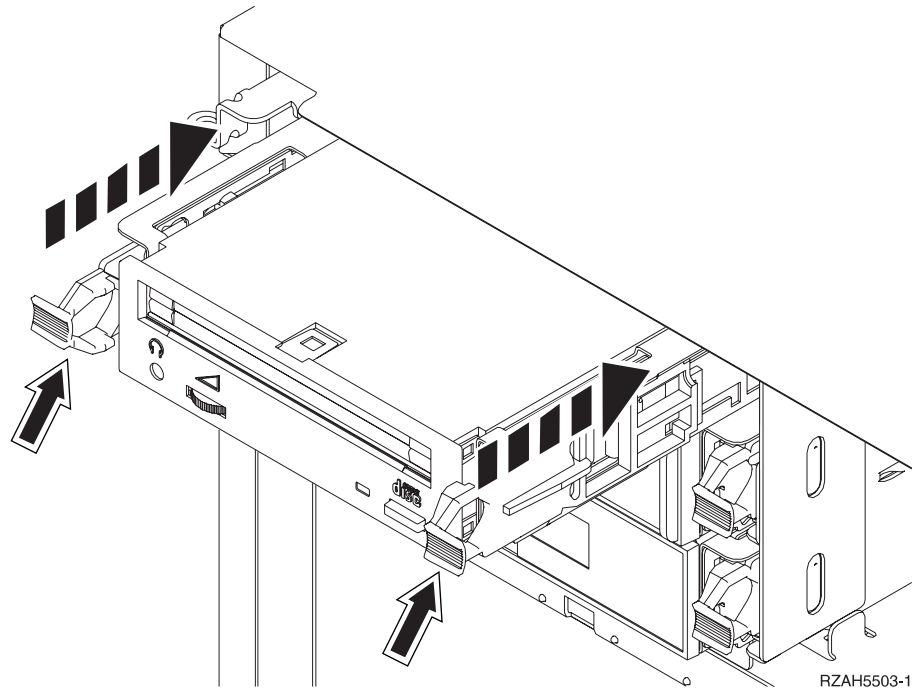

Figura 5. Installazione dell'unità di supporto magnetico rimovibile
- ___ 4. Consultare la Figura 5 a pagina 12 e sostenere la parte inferiore dell'unità di supporto magnetico mentre la si fa scivolare per metà nella posizione selezionata. Non spingerla oltre.